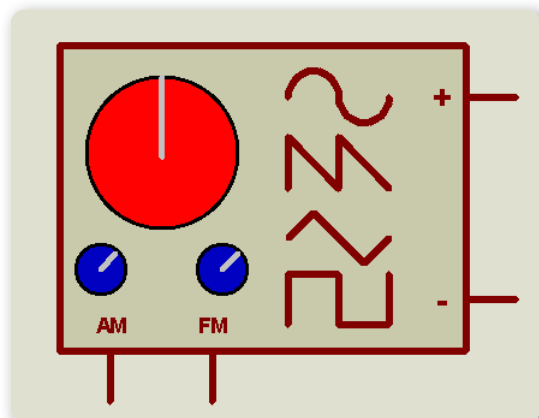

Figura 8. El **generador de señales** es una forma más de obtener señales para usarlas en los circuitos.
Como podemos apreciar en la **Figura 8**, el generador de señales es bastante simple: solo contiene cuatro terminales. Las marcadas con más (+) y menos (-) son las que se conectarán a los puntos del circuito donde inyectaremos la señal. Las terminales **AM** y **FM** sirven para inyectar una señal externa al generador y obtener una señal modulada en amplitud (AM) o en frecuencia (FM). La señal del generador es la que servirá de portadora, y la señal entrante será la moduladora; esta puede ser generada por algún circuito, por un generador o, incluso, por otro generador de señales. Al iniciar la simulación, aparecerá la interfaz del generador de señales en una ventana